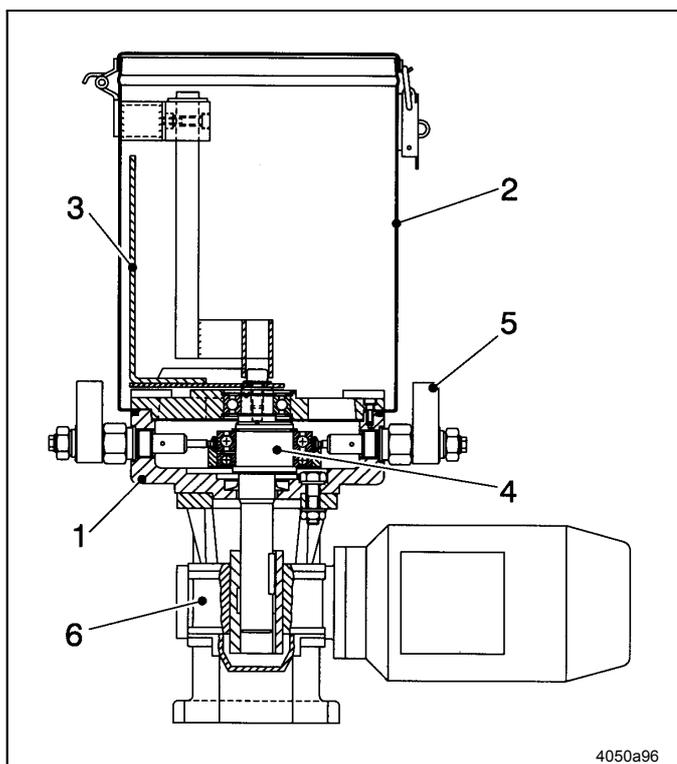

рис. 2 Изображение насоса 215 в разрезе
- Насос состоит из комплектующих частей, которые показаны на рис. 2.
- Червячная передача (6, рис. 2) понижает число оборотов приводного двигателя до числа оборотов эксцентрикового вала.
- Эксцентрик вал (4) приводит поршень в насосном элементе (5) в возвратно-поступательное движение. За счет этого осуществляется всасывание смазочного материала и его подача к выпуску через обратный клапан.
- Одновременно эксцентрик вал приводит также в движение лопасть мешалки (3). Благодаря вращательному движению лопасти мешалки обеспечивается гомогенизация смазочного материала и его подача к всасывающему отверстию насосного элемента.